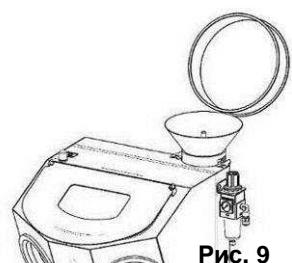

Рис. 9
4.2.3 Песок из бункера АСОЗ ссыпается в сито. При частичном наполнении сита **необходимо возвратно-поступательными движениями «вперед-назад» за край платформы (17)** добиться полного просеивания песка.
Сито с поддоном вынимаются из платформы. Мусор из сита утилизируется, песок из поддона готов к повторному использованию. Для удобного пересыпания песка из поддона (16) обратно в емкость **МС** на горловину емкости струйного модуля устанавливается воронка (рис.9).